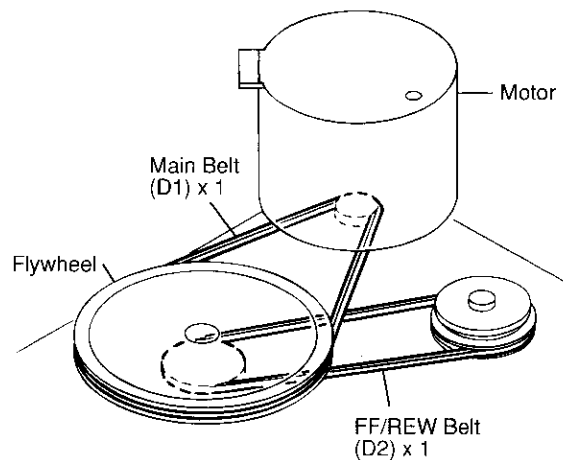

Figure 10-3
**How to remove the belts (See Fig. 10-3.)**
### Entfernen des Riemens (Siehe Abb. 10-3.)
### Enlèvement de la courroie (Voir Fig. 10-3.)